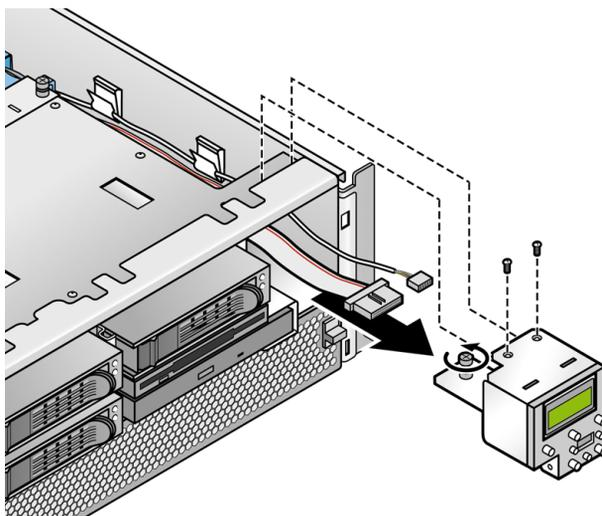

FIGURE 4-17 Retrait de l'ensemble panneau de l'opérateur et LCD
2. Retirez les deux vis normales et desserrez la vis prisonnière qui fixe l'ensemble au châssis (voir FIGURE 4-17).